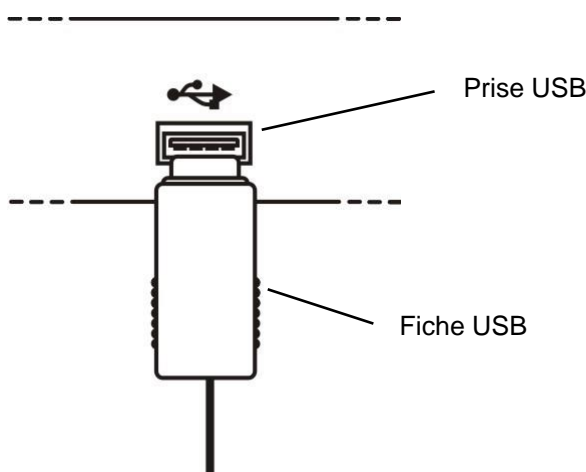

Fig. 2-1
1. Brancher les fiches USB de l'AVL DiTEST HV Safety 2000 sur une prise USB libre de l'ordinateur AVL DSS, voir la fig. 2-1.